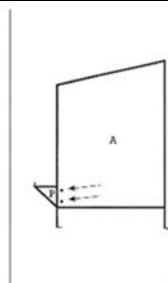

fig. 1
- Unir les parois latérales A et B au planpour les nids P (fig. 1) avec les 4 prévues à cet effet